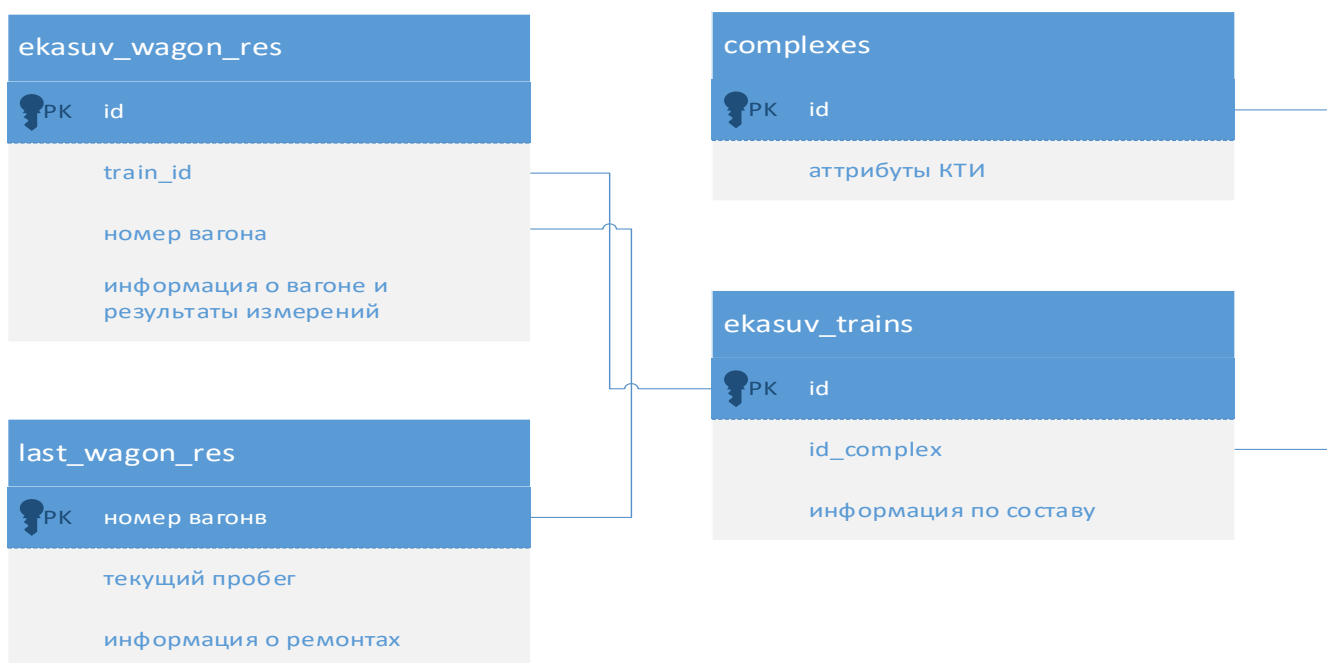

Рисунок 1- Структура основных таблиц базы данных ПО «ПКВ»
2.3.4 База данных предназначена для хранения измерительной информации о поездах, описательной части КТИ (название, месторасположение, наличие подсистем и т.п.). База данных реализована на базе СУБД “PostgreSQL”. Структура основных таблиц базы данных выглядит следующим образом (рисунок 1).